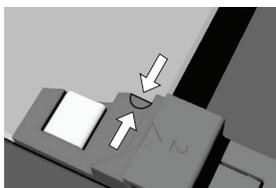

Figure 4
- Pour remettre la porte en place, observez l'ordre inverse. **Remarque : Pour remettre la vitre en place, assurez-vous que les marques (croissant) sur la porte et sur la vitre soient alignées (Figure 4).**